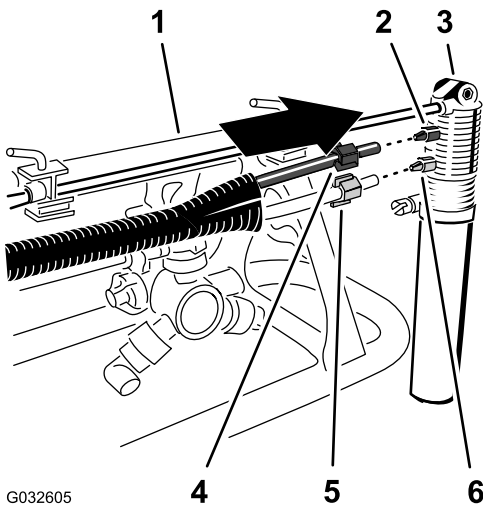

图 23
- 滑动蓝色管子两端的蓝色压紧螺母和透明管子两端的白色压紧螺母图 23。
- 将透明管子带白色压紧螺母的一端与泡沫标记喷嘴的白色接头对齐然后用手拧紧压紧螺母图 23。
- 将蓝色管子带蓝色压紧螺母的一端与泡沫标记喷嘴的蓝色接头对齐然后用手拧紧压紧螺母图 23。